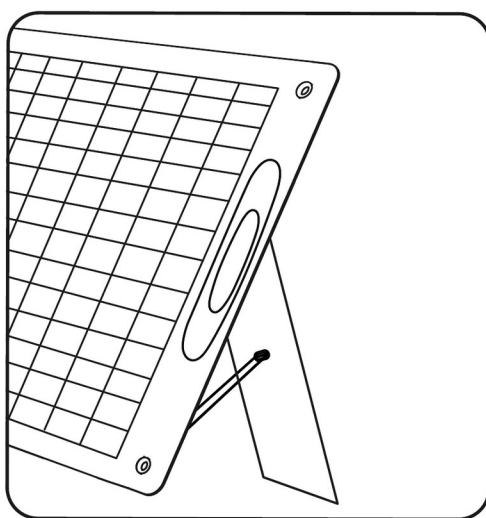

FIG. 3 — Réglage de l'inclinaison à l'aide de la béquille arrière
- 2) Réglez l'inclinaison du panneau à l'aide de la béquille arrière jusqu'à ce que les rayons du soleil frappent les modules aussi perpendiculairement que possible (FIG. 3).